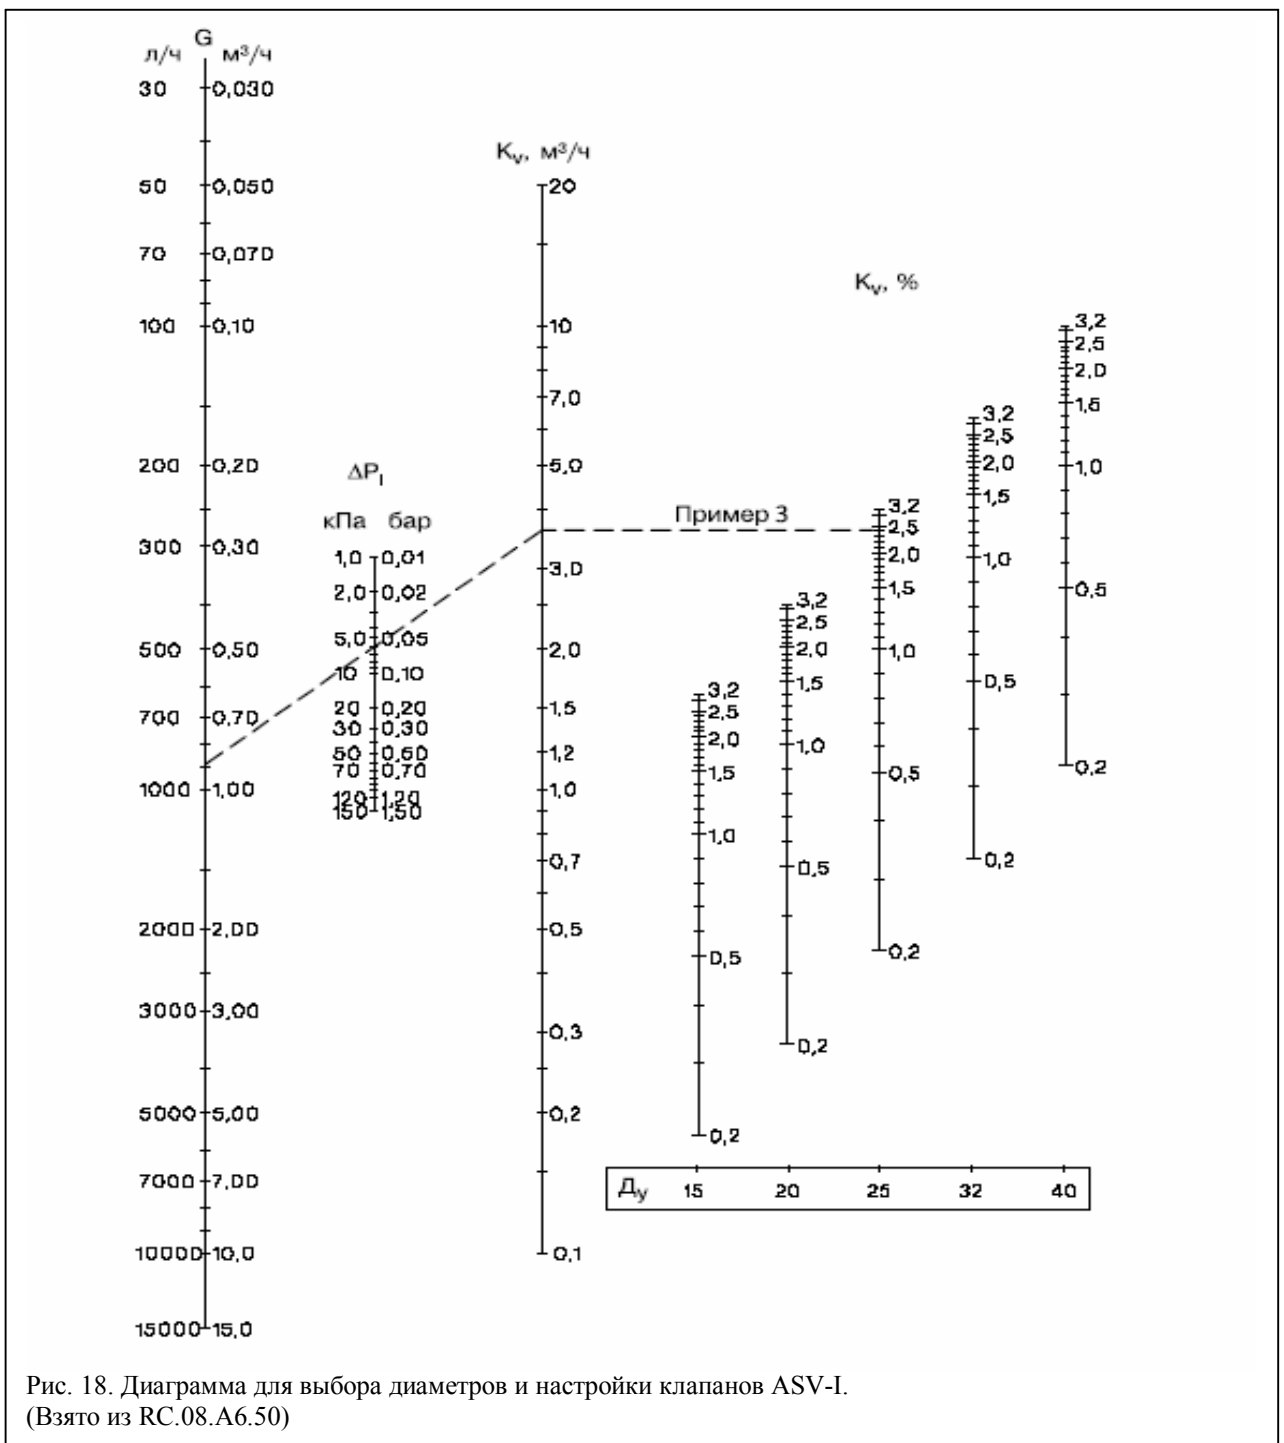

Рис. 18. Диаграмма для выбора диаметров и настройки клапанов ASV-I.
3. По диаграмме (рис.18) находится настройка клапана ASV-I,  $D_y = 25$  мм, - 2,4 оборота штока. Настройку можно определить по номограмме без вычисления  $K_v$ . Для этого нужно соединить точку расхода  $0,88 \text{ м}^3/\text{ч}$  на шкале  $G$  с точкой  $0,06$  бар на шкале  $\Delta P_1$ . Затем продлив линию, соединяющие данные точки, на шкале  $K_v$  находим требуемое значение пропускной способности –  $3,6 \text{ м}^3/\text{ч}$ . Далее проводим горизонтальную линию до вертикальной шкалы настроек клапана -  $D_y = 25$  мм, где находим значение настройки.